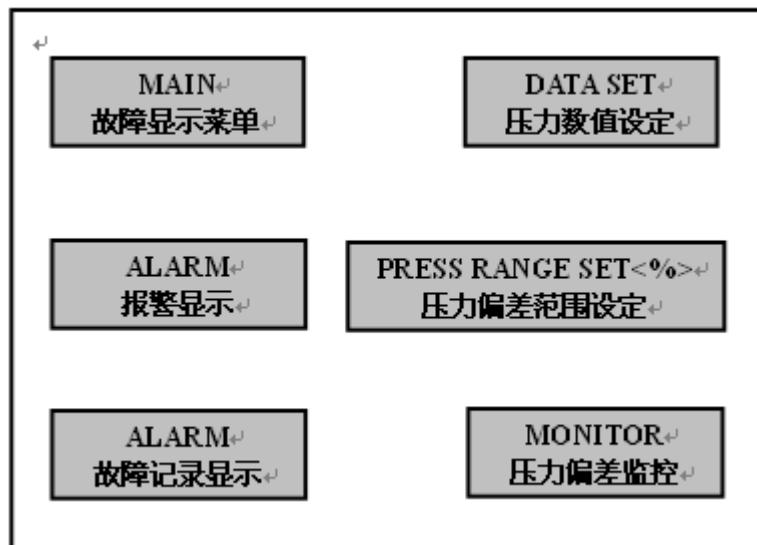

图 14-3 压力显示屏示意
(1) 在接通电源后，压力显示屏将出现如图 14-3 所示菜单：
(2) 如图 14-3 所示，进入压力数值设定操作界面：